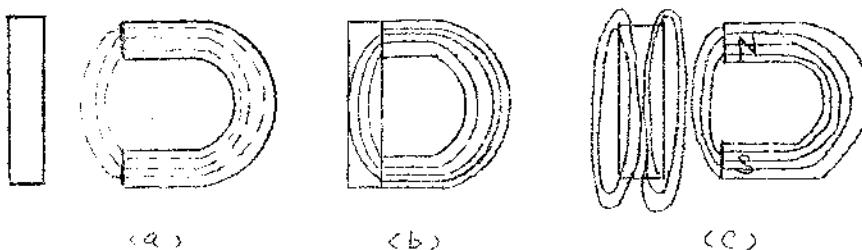

图 2-6 钢片的磁化
举一个例子来说明。把一块钢片与马蹄形永久磁铁相接触如图 2-6 (b) 所示，则磁铁的磁力线就会通过钢片而使钢片磁化。然后将钢片与马蹄形磁铁分开，如图 2-6 (c) 所示。这时就会发现钢片被磁化了，并带有南 (S) 与北 (N) 极性。假如改变磁铁的极性，则钢片的极性也会相应改变。